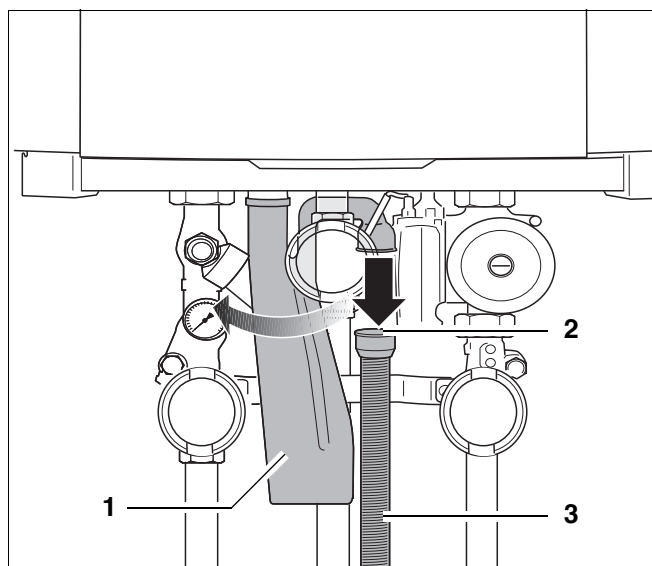

Рис. 117 Отсоединение гофрированного шланга
- Отсоединить гофрированный шланг (рис. 117, поз. 3) с резиновой манжетой (рис. 117, поз. 2) от сифона (рис. 117, поз. 1).
- Повернуть сифон на четверть оборота против часовой стрелки (рис. 117).